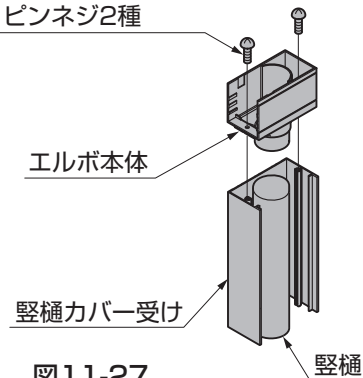
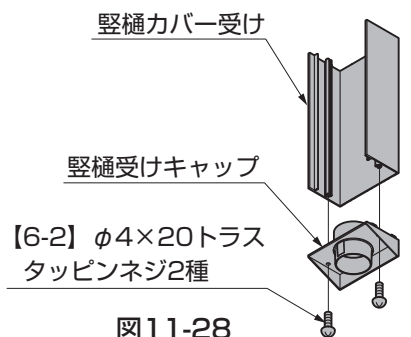

図11-27
図11-28
- ⑥ 縦樋の長さをH24の場合は2138mmに、H29の場合は2593mmに切断してください。
- ⑦ 縦樋受けキャップを縦樋カバー受けに【6-2】で取付けてください。(図11-28参照)
- ⑧ ⑥で切断した縦樋を縦樋受けキャップに差し込んでください。
- ⑨ エルボ本体を縦樋に挿入しつつ縦樋カバー受けに【6-2】で取付けてください。(図11-27参照)